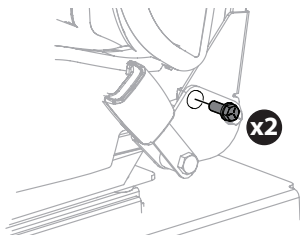

Figura 11
4. Asegúralo con dos tornillos (uno del lado derecho, otro del lado izquierdo) retirados en el paso 2 (Figura 11).